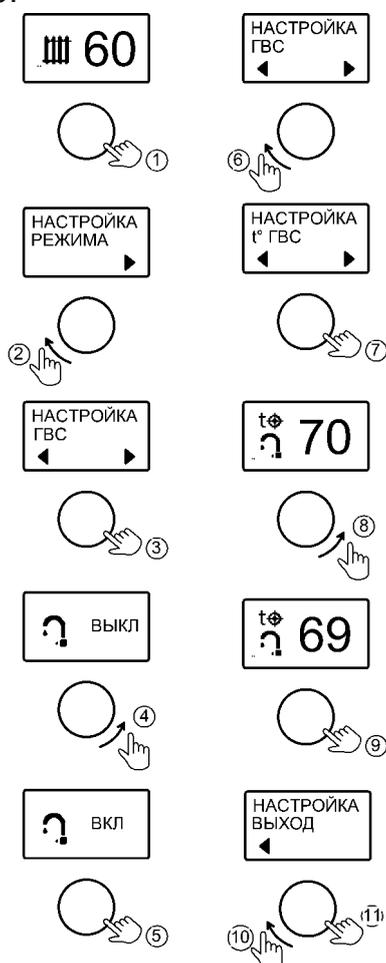

Рисунок 10. Настройка режима «ГВС»
10.4 Вкладки «ГВС» и «ТЕМПЕРАТУРА ГВС» предусмотрены для включения/выключения режима ГВС и настройки температуры (см. рис. 10). Индикация «ВКЛ» означает разрешение на работу режима ГВС. Индикация «ВЫКЛ» запрещает работу режима «ГВС».
Активация режима и выбор температуры горячей воды показано на рис. 10.